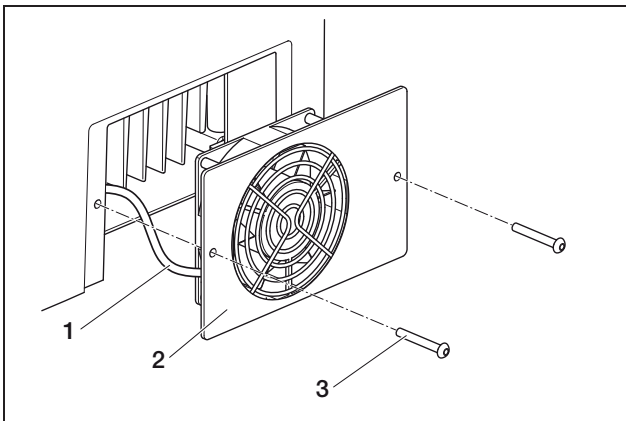

Figure 83: Démontage du ventilateur (convert 7T/8T/10T)
- convert 7T/8T/10T : Desserrez les vis (3 à la figure 83) et retirez la tôle du ventilateur avec précaution.